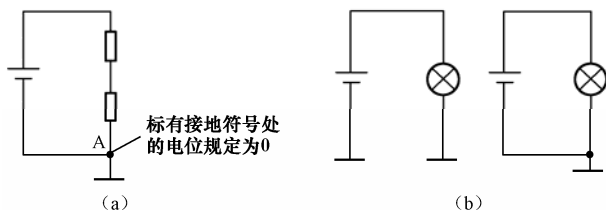

图 1-8 接地符号含义说明图
(1) 在电路中，**接地符号处的电位规定为 0**。在图 1-8 (a) 所示电路中，A 点处标有接地符号，表示 A 点的电位为 0。
(2) 在电路中，**标有接地符号处的地方都是相通的**。如图 1-8 (b) 所示的两个电路，虽然从形式上看不一样，但实际上完全是一样的，两个电路中的灯泡都会亮。